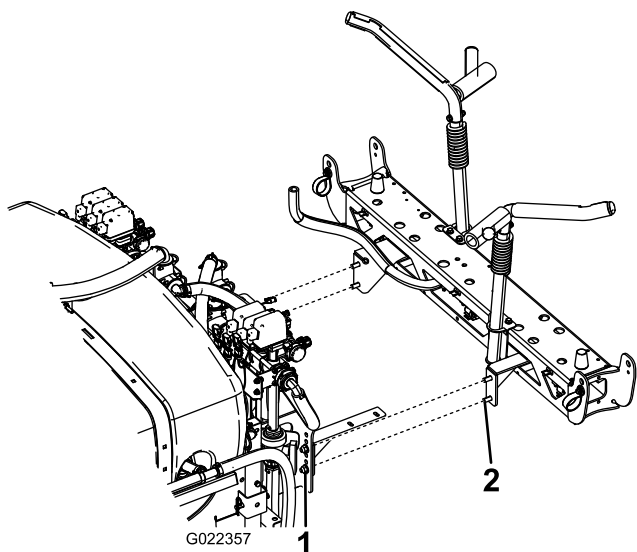

Figura 19
2. Montate il gruppo della barra centrale attraverso il terzo foro a partire dal basso delle staffe sul gruppo impianto di irrorazione, come illustrato nella Figura 19, con 4 bulloni ($\frac{1}{2}$ " x 1 $\frac{1}{4}$ ") e 4 dadi di bloccaggio ($\frac{1}{2}$ ").